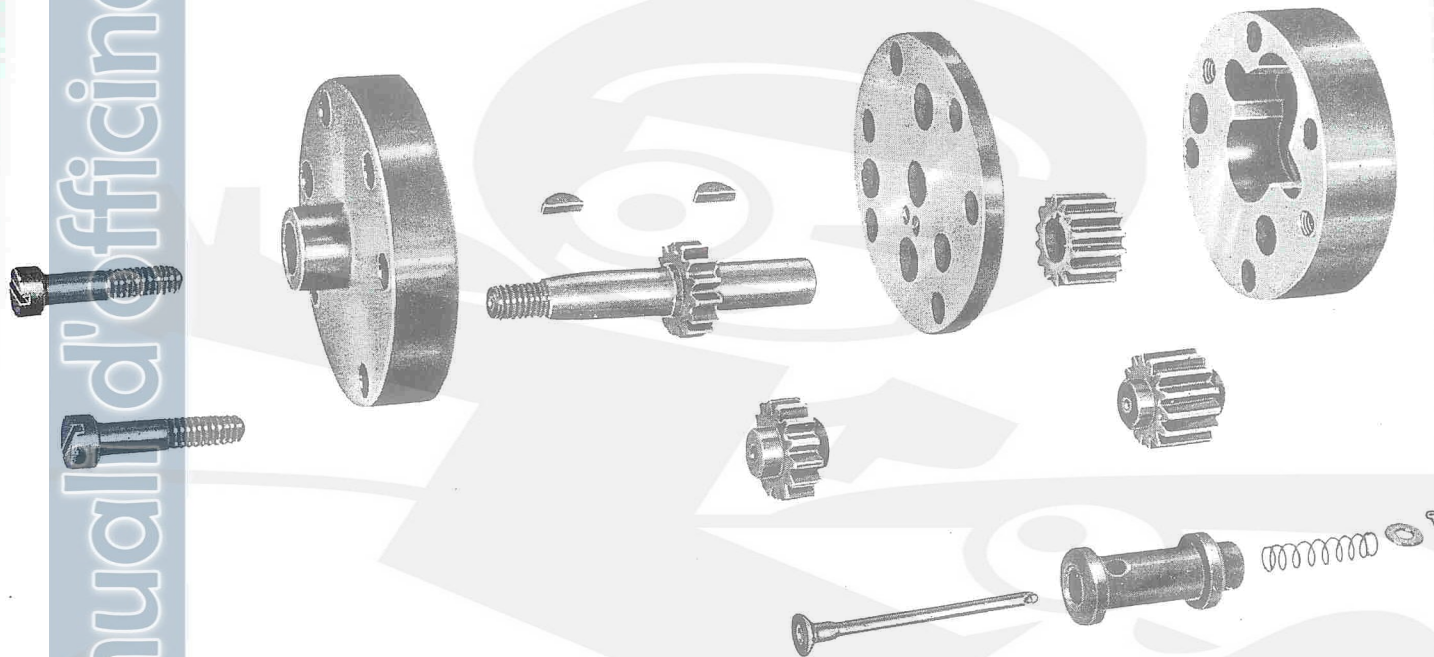

Fig. 26 - Pompa olio e valvolina automatica smontate
*Smontaggio valvolina automatica (ved. fig. 26).*
*Smontaggio pompa olio (ved. fig. 26).*